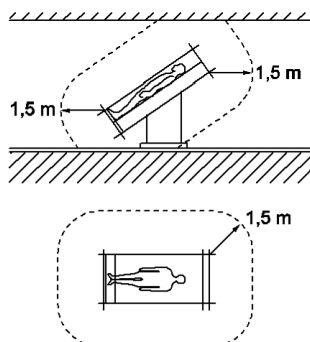

Ilustración 9-9:
- No ponga el dispositivo de AF directamente en el entorno del paciente. BOWA recomienda mantener una distancia de 1,5 m (ver ilustración 9-9).